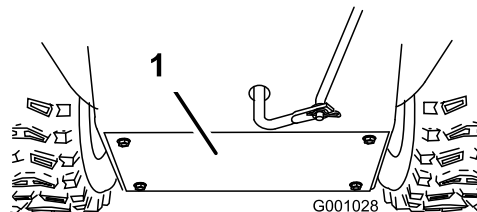

Figura 44
- Togliete il carter posteriore (Figura 44).